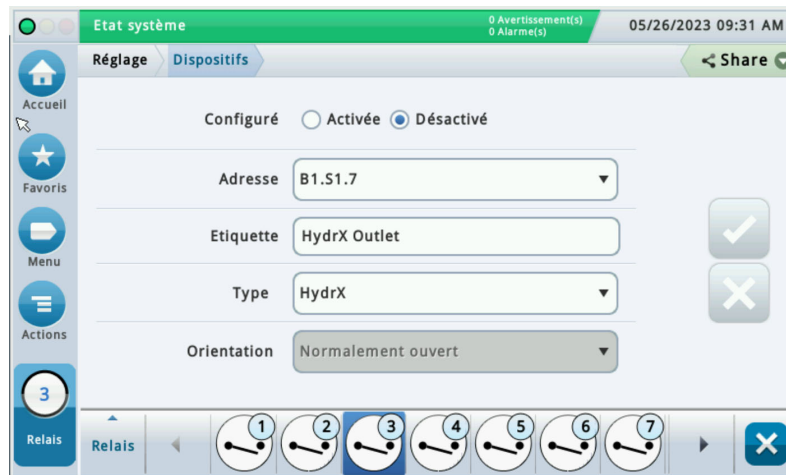

Figure 7. Écran de réglage du relais
1. Touchez **Menu>Réglage>Dispositifs** et touchez le bouton Relais (voir 4, Figure 1) pour ouvrir l'écran de réglage du relais. Sélectionnez le relais connecté à la soupape de sortie HydrX, par exemple le relais 2 à la Figure 7.